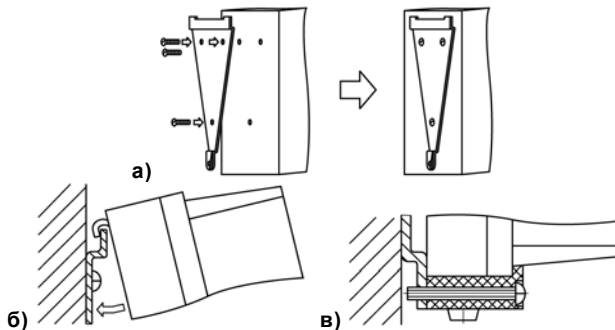

Рисунок 5.1 - Монтаж прибора настенного исполнения Н
- 1) Закрепить кронштейн тремя винтами М4 на поверхности, предназначенной для установки прибора (см. Приложение А и рисунок 5.1, а).
- 2) Зацепить крепежный уголок на задней стенке прибора за верхнюю кромку кронштейна (рисунок 5.1, б).
- 3) Прикрепить прибор к кронштейну винтом М4 х 35 из комплекта поставки (рисунок 5.1, в).